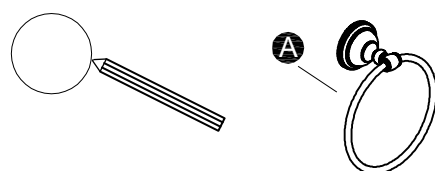

Fig. 1
- Placez l'anneau porte-serviettes **A** à l'endroit désiré sur le mur et faites une marque discrète autour de la base de l'anneau porte-serviettes **A** à l'aide d'un crayon (fig. 1).